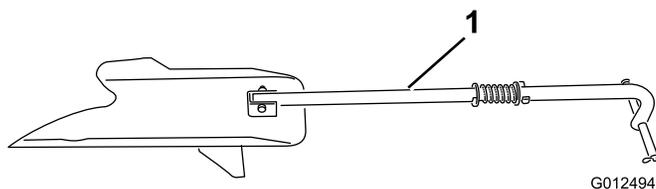
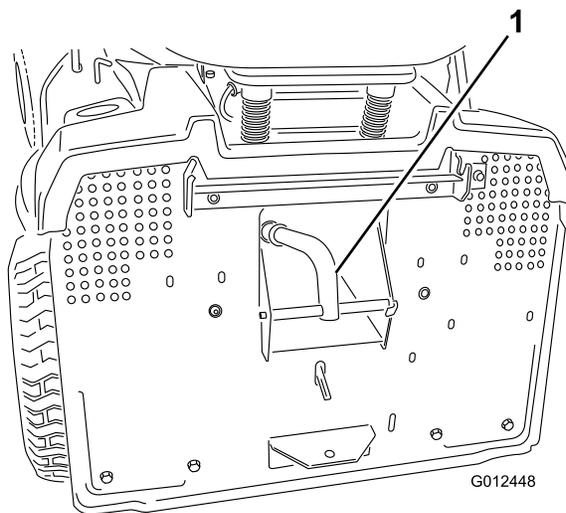

Bild 18
Bild 19
- Setzen Sie den Mulchverschluss (Bild 18) in die Auswurföffnung am Heck der Maschine und haken ihn in das Loch am Auswurfkanal ein (Bild 19).